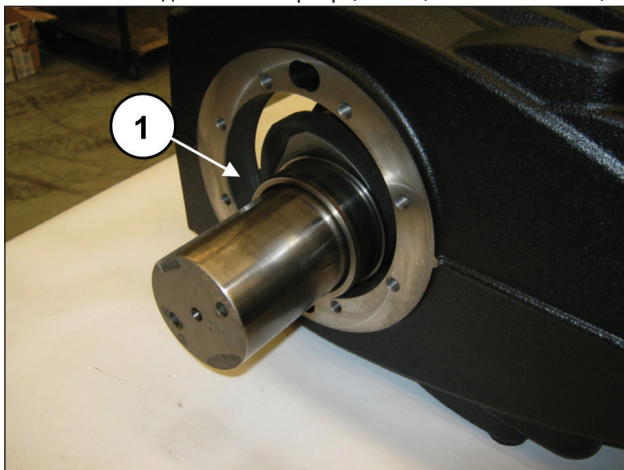
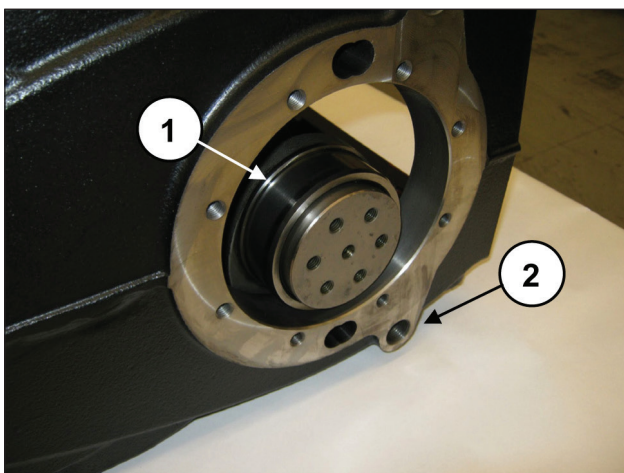

Рис. 51
Рис. 52
Коленчатый вал нужно устанавливать так, чтобы сторона ВОМ обязательно оказалась со стороны, противоположной отверстиям G1/2" для масляных пробок картера насоса (поз. ②, Рис. 52).
Полностью введите вал в картер (поз. ①, Рис. 51 и Рис. 52).